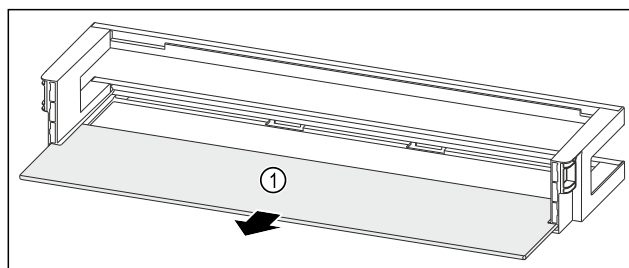

Fig. 56 Türabsteller mit Abstellfläche
- Abstellfläche Fig. 56 (1) entnehmen.